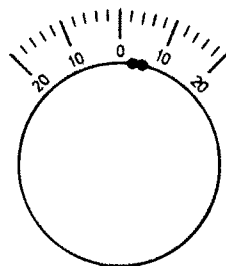

Bild 8
1) M3858-101011 och -102011 ska vara bestyckade med relä TMC M3E1 (Z)
- Läs av ankarkontaktens neutralinställning från vänster till höger se bild 8.
- Är reläts neutralinställning felaktig, se tabell 6, ska man använda skruvpiskan och vrida kontaktskruvarna lika mycket i samma riktning. Se bild 5 eller bild 8 beroende på vilken typ av provutrustning som används.